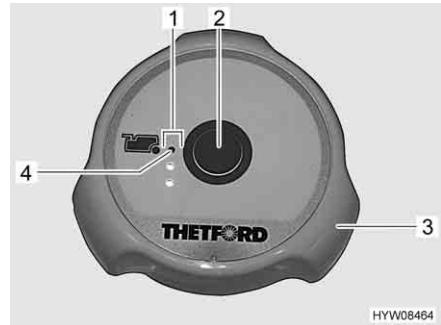

Fig. 169 Pulsante dello sciacquone/spie di controllo (toilette Thetford)
- Prima di tirare l'acqua, aprire il cursore della toilette Thetford. A tal fine ruotare la maniglia girevole (Fig. 169,3) in senso antiorario.
- Per sciacquare premere il pulsante blu (Fig. 169,2).
- Dopo aver tirato l'acqua chiudere il cursore. Ruotare la maniglia girevole (Fig. 169,3) in senso orario.
Le spie di controllo (Fig. 169,1) indicano il livello del serbatoio fisso. Quando si accende la spia di controllo rossa (Fig. 169,4), il serbatoio fisso deve essere svuotato.